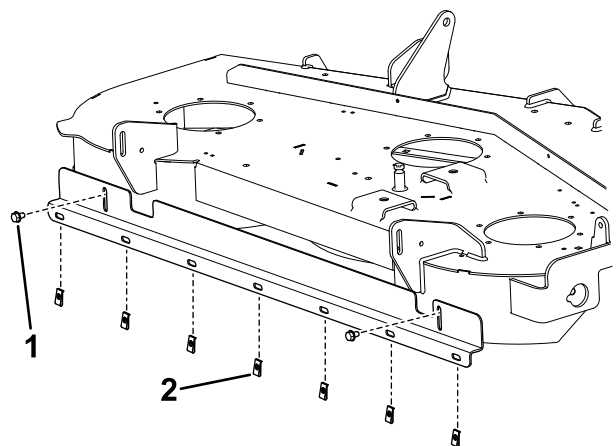

Figura 3
4. Montați suportul în orificii utilizând 2 uruburi cu autofiletare (Figura 3).
5. Montați 7 piulițe de viteză pe orificiile deschise din suport (Figura 3).